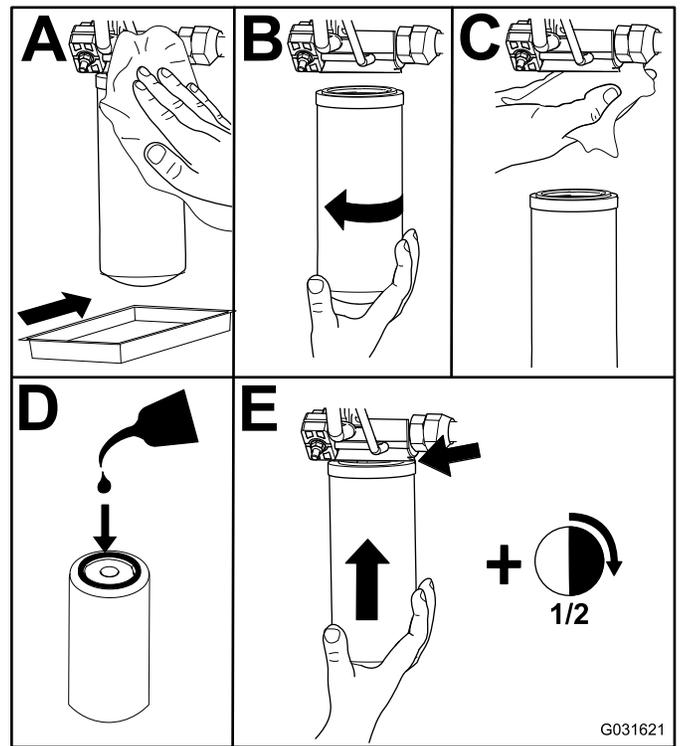

Bild 81
- Tauschen Sie die Hydraulikfilter aus (Bild 81).